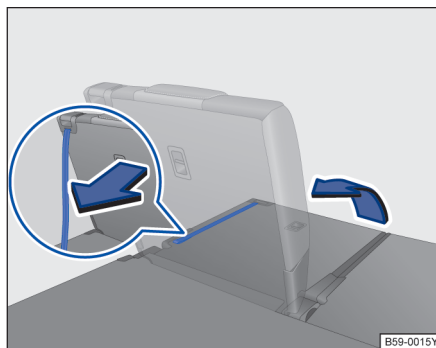

图 112 第三排座椅。翻回后座椅。
- 拉起后座椅靠背→图 112 上的锁止拉带，即可翻回后座椅靠背。或：用手从车内翻回后座椅靠背。